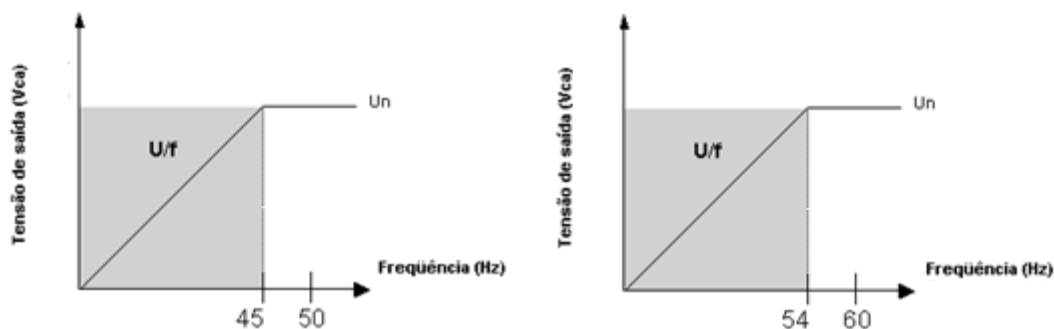

Figura 4.2: Ponto de atuação da proteção U/F
O trimpot **U/F** determina o ponto de atuação do modo U/F, que pode ser desde a frequência nominal ( $F_n$ ) até  $1/3$  de  $F_n$ , cujo valor sai ajustado de fábrica 10% abaixo da  $F_n$ . Para operação em 60Hz é ajustado para 54Hz e para operação em 50Hz é ajustado para 45Hz (ver Figura 4.2), cujo valor pode ser alterado de acordo com a necessidade de cada aplicação.
1. Não deixar a proteção U/F abaixo de 20% da frequência nominal. A configuração deve ser feita conforme Figura 4.2 para evitar problemas no desligamento.